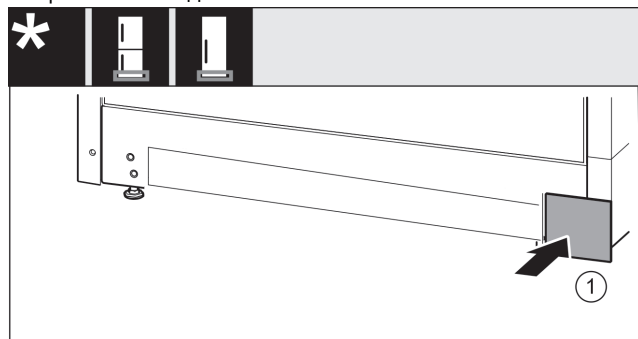

Fig. 23
- ▶ Снова установите крышку Fig. 23 (1) с другой стороны.